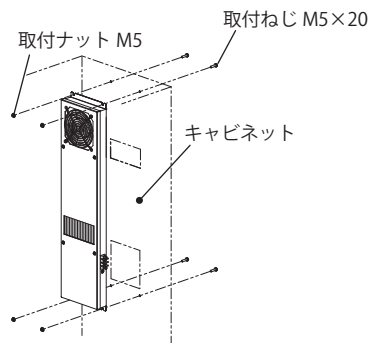

図 3 取付方法 (内側取付例)
3. 付属の取付ねじ M5×20 と取付ナット M5 を利用して、キャビネットに確実に固定してください。(図 3)